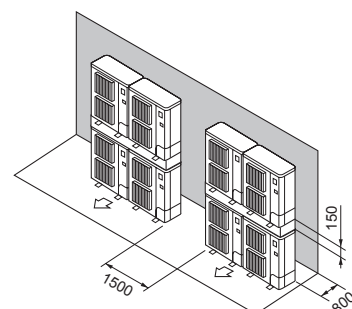

Fig. 2-19
- ⑦ Plassering av stablede enheter (Fig. 2-19)